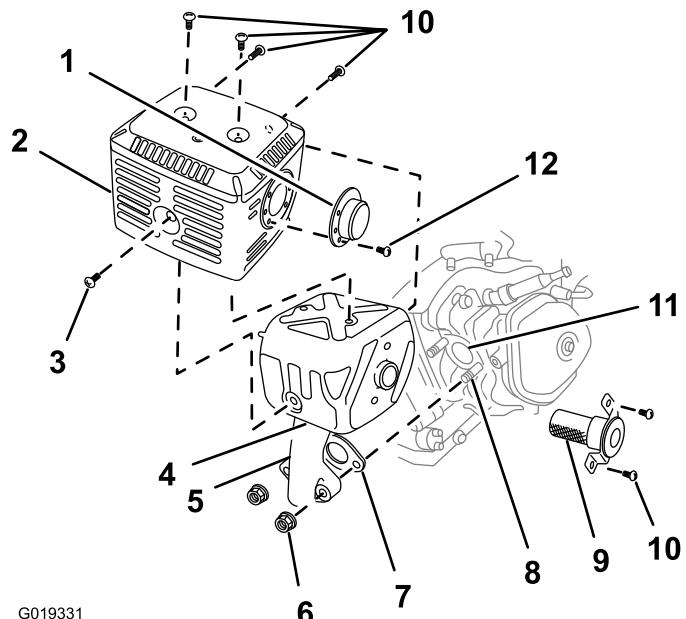

Figura 46
- A. Retire las dos tuercas de 8 mm, y retire el silenciador del orificio de escape del motor (Figura 46).
- B. Retire los tres tornillos de 4 mm del deflector del escape, y retire el deflector del protector del silenciador (Figura 46).
- C. Retire el tornillo de 6 mm y los cuatro tornillos de 5 mm del protector del silenciador y retire el protector del silenciador del silenciador (Figura 46).
- D. Retire los tornillos de 5 mm del parachispas, y retire el parachispas del silenciador (Figura 46).
- B. Sujete el parachispas al silenciador con los tornillos de 5 mm que retiró en el paso 1-D. (Figura 46).
- C. Alinee el protector del silenciador con el silenciador y sujételo con el tornillo de 6 mm y los tornillos de 5 mm que retiró en el paso 1-C (Figura 46).
- D. Alinee el deflector del escape con el protector del silenciador y sujételo con los tornillos de 4 mm que retiró en el paso 1-B (Figura 46).
- F. Alinee los puntos de montaje del tubo de escape con los espárragos del orificio de escape y sujételo con las tuercas retiradas en el paso 1-A (Figura 46).